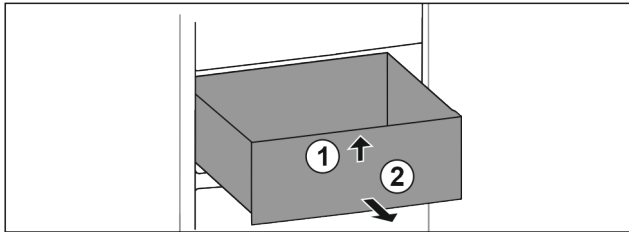

Fig. 96
- 抬起抽屉前部。Fig. 96 (1)
- 朝前取出抽屉。Fig. 96 (2)